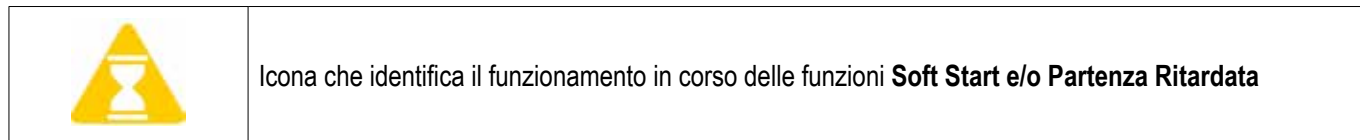

FIG. 12
- 16)** Soft Start. Con funzione abilitata, i comandi per la velocità delle pompe di circolazione (CIRC PUMP HT e CIRC PUMP MIX), vengono aumentati gradualmente fino alla velocità designata. Il tempo per raggiungere tale velocità è selezionabile dal relativo menù a tendina. La funzione è indipendente per il circuito miscelato (MIX) e diretto (HT). L'attivazione della funzione, viene notificata nella panoramica della periferica in esame, con l'icona riportata in (vedi cap. 6, fig. 12).
- 17)** Partenza Ritardata. Con funzione abilitata, le uscite dedicate alla pompa di circolazione HT (OUT 7) e alla pompa di circolazione MIX (OUT 8) e i relativi comandi per la velocità delle pompe (CIRC PUMP HT e CIRC PUMP MIX), vengono attivate con un ritardo pari al valore selezionato dal relativo menù a tendina. La funzione è indipendente per il circuito miscelato (MIX) e diretto (HT). L'attivazione della funzione, viene notificata nella panoramica della periferica in esame, con l'icona riportata in (vedi cap. 6, fig. 12).
Se sono state attivate le funzioni **Soft Start e/o Partenza Ritardata**, per i circuiti HT e/o MIX, viene visualizzata l'icona in Fig. 12, **durante il periodo in cui tali funzioni insistono sulle uscite OUT 7 e OUT 8** e sui relativi segnali di controllo velocità CIRC PUMP HT e CIRC PUMP MIX.